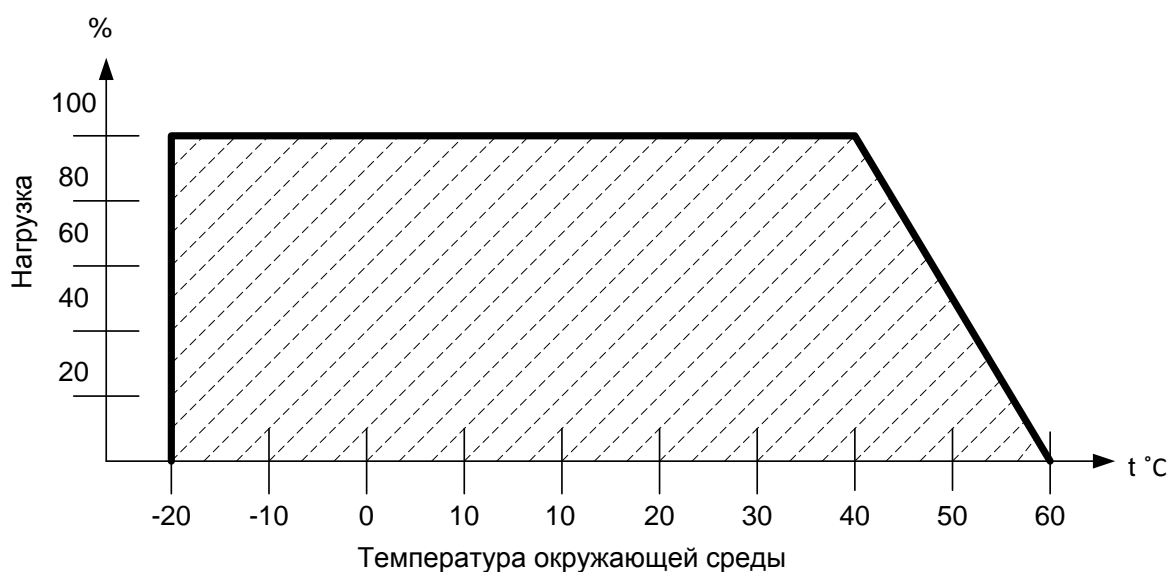

Рис. 2. Зависимость максимальной нагрузки от температуры окружающей среды
4.3. Учитывайте возможные колебания температуры окружающего воздуха при выборе подключения БП. График зависимости максимальной нагрузки от температуры окружающего воздуха изображен на рис. 2.